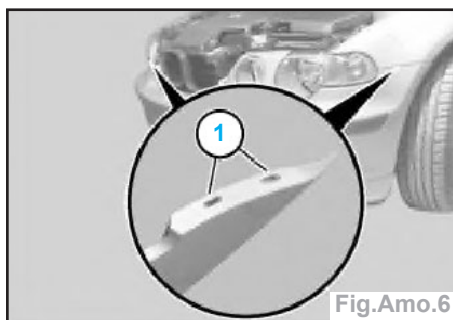

Fig.Amo.6
Nota : les pions de crantage (1) ne doivent pas être endommagés (Fig.Amo.6).
- Débrancher les connecteurs (1) de l'avertisseur sonore G/D.